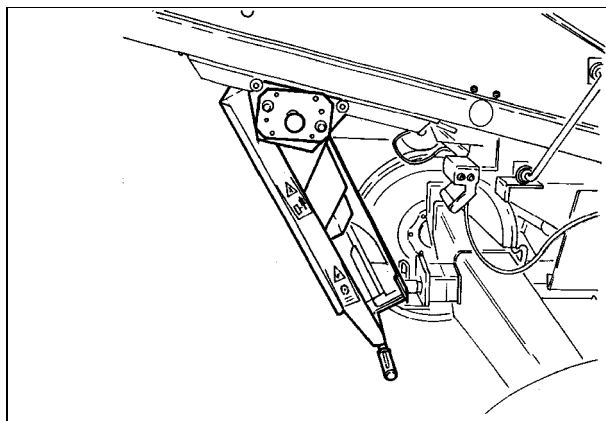
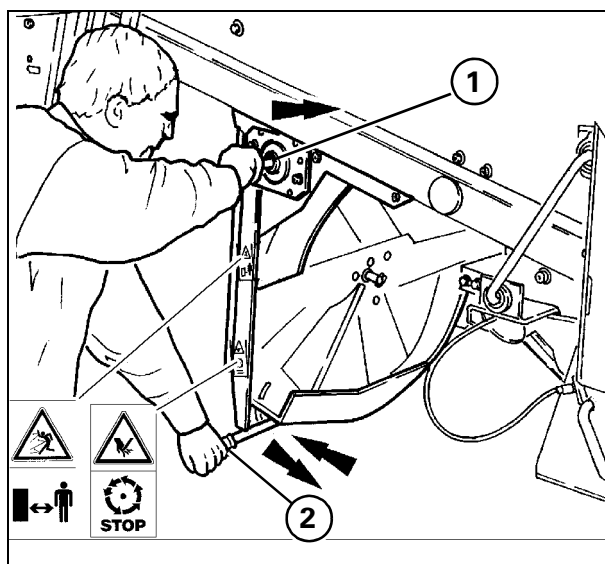

Рис. 36
Рис. 40
РАБОЧЕЕ ПОЛОЖЕНИЕ И ПОЛОЖЕНИЕ ДЛЯ ПРОВЕДЕНИЯ ТЕХНИЧЕСКОГО ОБСЛУЖИВАНИЯ - Рис. 36 – Рис. 40
- - вперед (Рис. 36);